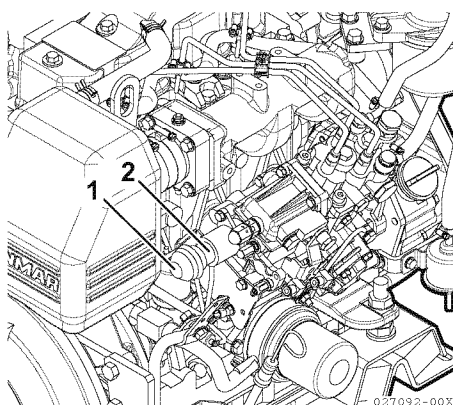

Figura 20
- 2- Modelos 3JH5E / 3JH5AE / 4JH5E: Opere o arranque enquanto prime o botão de travagem de emergência (**Figura 20, (1)**) na traseira da bomba de combustível. Isto para o abastecimento de combustível.